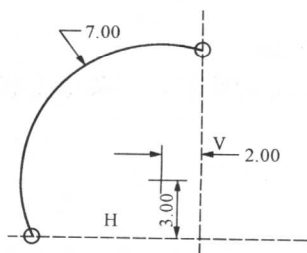

图 1-25 绘制三点圆弧
(1) 单击  按钮，然后在绘图区中某位置处单击确定圆弧的一个端点，然后在另一个位置处单击确定另一个端点。
(2) 此时移动鼠标，圆弧将呈橡皮筋状变化，单击确定圆弧上的一点即完成绘制，如图 1-25 所示。